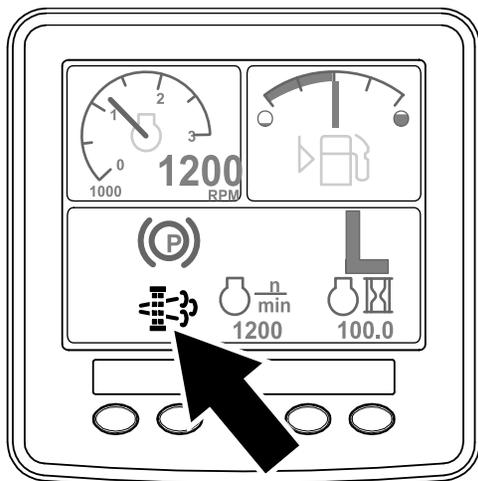

図 62
- インフォセンターに、駐車再生要求アイコンが表示されます 図 62。